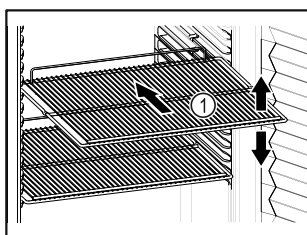

Fig. 59 Exempel
- ☐ Om gallren Fig. 59 (1) kan flyttas om ska de anpassas på höjden.